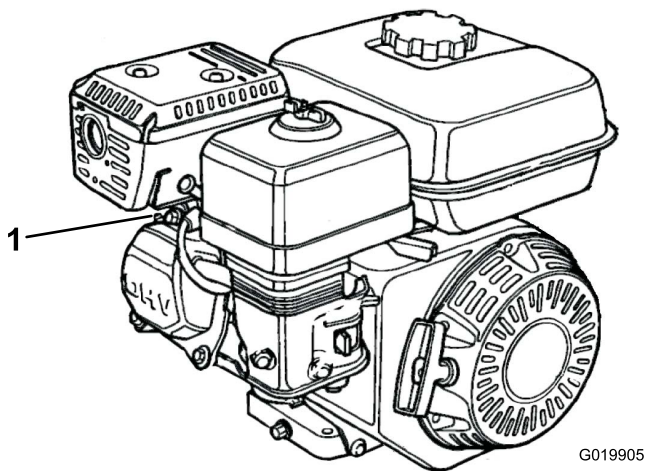

Bild 28
1. Ziehen Sie den Zündkerzenstecker von der Zündkerze ab (Bild 28).